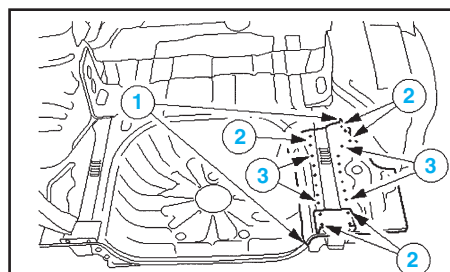

Fig.Car.262
- Souder en cordon continu sous gaz protecteur (1), par bouchonnage (2) et par points (3) (Fig.Car.262).